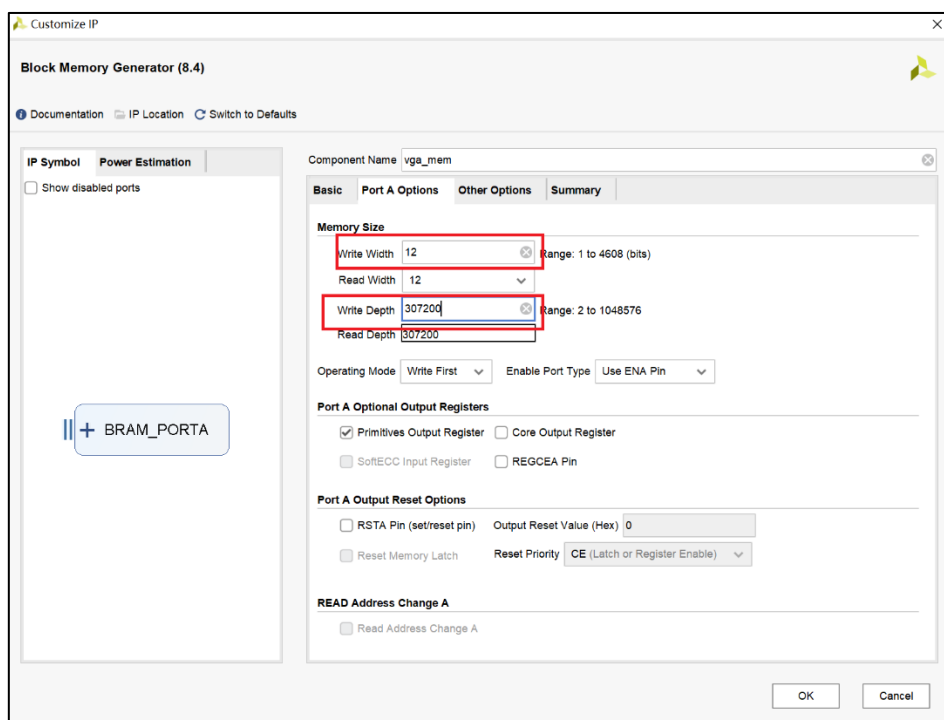

图 6.8 设置块存储器存储空间
3、点击 Port A Options 对话框，每个像素存储 12 位的数据，则设置 Write Width 的参数为 12；显示图像的分辨率为 640×480，则需要存储的像素共计为 307200 个单元，参数设置如图 6.8 所示。